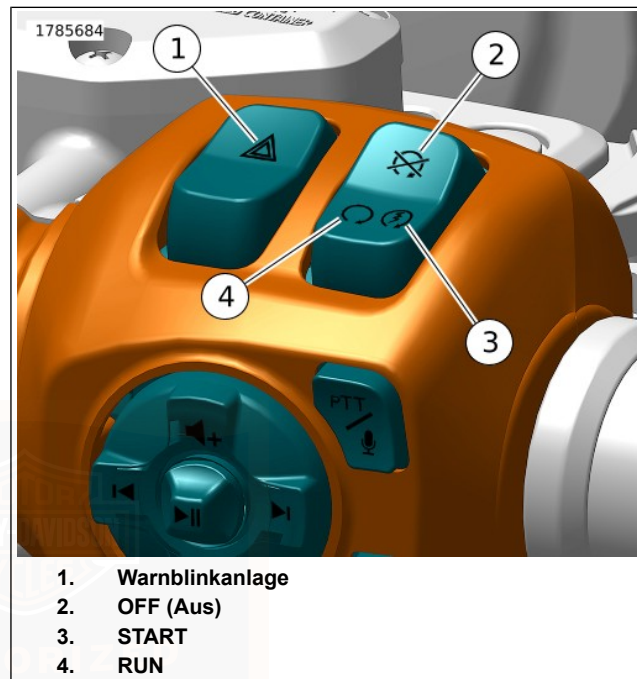

Abbildung 57. RHCM: Tasten des Motorbetriebsschalters und der Warnblinkanlage
1. Siehe Abbildung 57. Bei vorhandenem Sicherheitsschlüsselanhänger den Motorbetriebsschalter auf RUN (Ein) (4) stellen. Den Gasdrehgriff nicht drehen.
5. Den Anlasserknopf (3) zum Anlassen des Motorrads drücken und loslassen.
2. Siehe Abbildung 57 . Den Motorbetriebsschalter auf OFF (Aus) (2) stellen.
1. Siehe Abbildung 57. Den Motorbetriebsschalter auf RUN (Ein) stellen.
1. Siehe Abbildung 57. Den Motorbetriebsschalter auf OFF (Aus) (2) stellen.